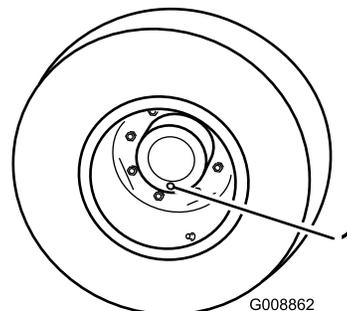

Figura 43
- Coloque a máquina numa superfície nivelada e posicione a roda de forma a que um dos tampões de verificação se encontre na sua posição mais baixa (6 horas) (Figura 43).